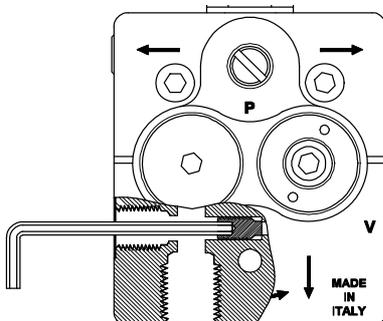

Fig. 2
- c) Setzen Sie die Bypass-Schraube mit einem 2,5 mm Innensechskantschlüssel in den Vakuumanschluß und ziehen Sie sie fest. (Fig. 2).
2. Entfernen Sie die Bypass-Schraube aus dem Vakuumanschluß mit einem 2,5 mm Innensechskantschlüssel (Fig. 2).